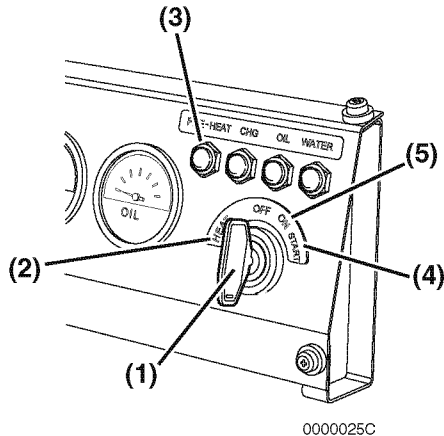

Figura 3
7. Inserte la llave en el interruptor de la misma **(Figura 2, (1))** or **(Figura 3, (1))**.
8. Gire la llave hacia la posición ON (ENCENDER) **(Figura 2, (2))** o hacia la posición HEAT (CALOR) **(Figura 3, (2))**. El indicador de pre-calentamiento **(Figura 2, (3))** parpadea durante varios segundos y después se apaga. Después de que el indicador de pre-calentamiento se apaga, puede arrancar el motor.
9. Gire la llave en el sentido de las manecillas del reloj hacia la posición de START (ARRANCAR) **(Figura 2, (4))** o **(Figura 3, (4))**. Suelte la llave tan pronto como el motor se ponga en marcha. Regresará a la posición ON (ENCENDER) **(Figura 2, (2))** o **(Figura 3, (5))**.